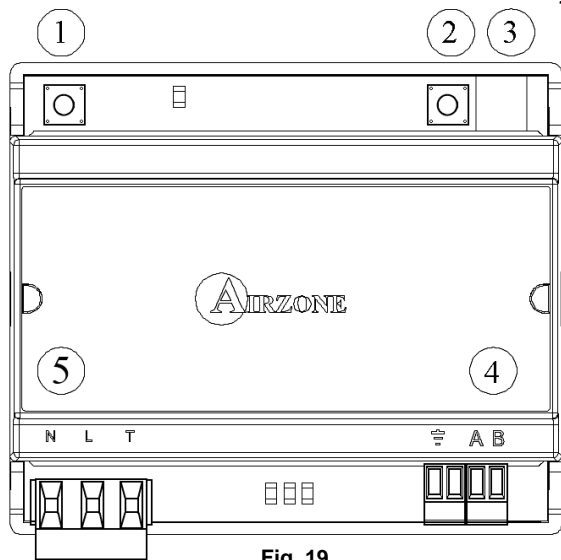
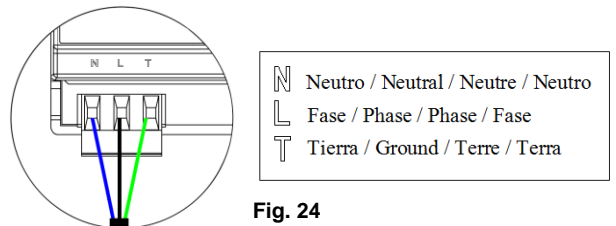

Fig. 19
Fig. 24
Controlador mediante navegador Web, para la gestión de los sistemas de una instalación. Conexión con dispositivos vía WiFi (AZXWEBSERVERAPP) o router (AZXWEBSERVERAPPC). Alimentación externa a 230 Vac. Montaje en carril DIN (Fig. 19).
La conexión de alimentación eléctrica al módulo la realizaremos mediante una borna de 3 pines ubicada en la parte inferior izquierda del módulo (Fig. 19) ④. Para ello fije el cable con los tornillos de la borna, respetando la polaridad de las bornas (Fig. 24).